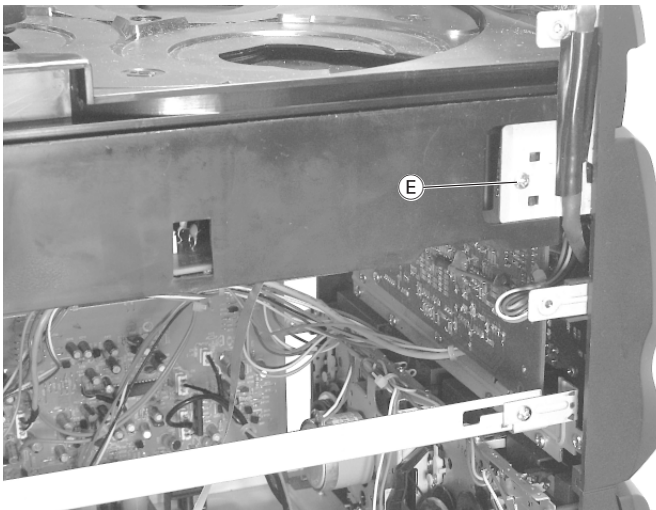
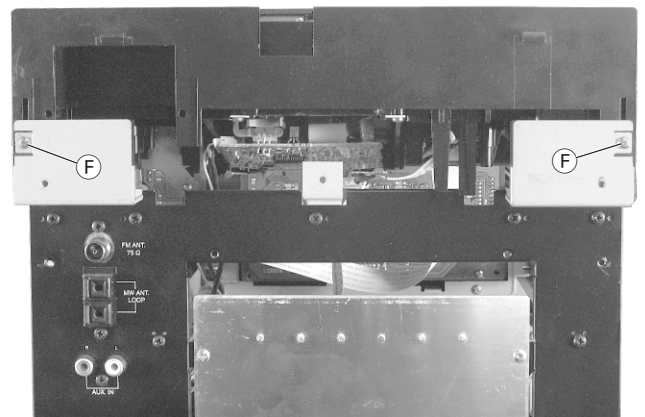

Fig. 3
Fig. 4
- Je 1 Schraube **E** (Fig. 3) links und rechts des CD-Teils, 2 Schrauben **F** (Fig. 4) herausschrauben und CD-Teil vorsichtig hinten anheben und herausnehmen.
- Undo 1 screw **E** (Fig. 3) each on the left and right of the CD Unit, unscrew 2 screws **F** (Fig. 4), lift the CD Unit carefully on the rear side and take it out.